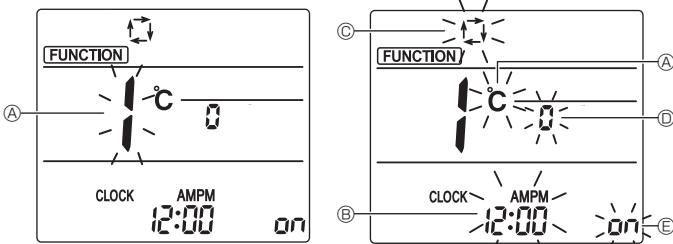

Fig. 6-10
3. İşlev No "1" in görüntülenip görüntülenmediğini kontrol edin ve SET düğmesine ③ basın. Görüntü ayar ekranı görüntülenecektir. (Fig. 6-10)